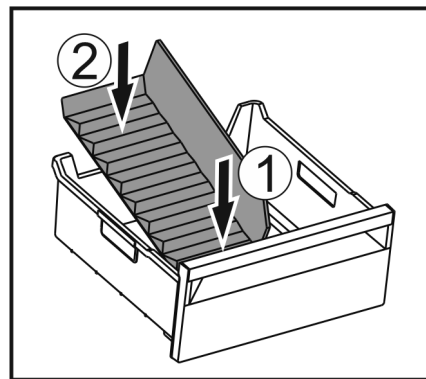

Fig. 131
- Vorderen Teil des Eisfach-Trenners einsetzen. Fig. 131 (1)
- Hinteren Teil des Eisfach-Trenners bis zum Schubfächerboden absenken. Fig. 131 (2)